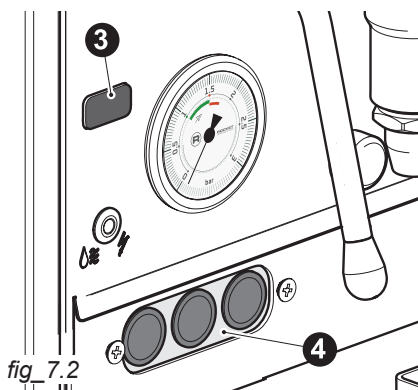

fig. 7.2
Attraverso il Display Oled presente sul fronte della macchina (3 - fig. 7.2) è possibile consultare lo stato della macchina e programmare diverse funzioni con i tre pulsanti presenti (4).